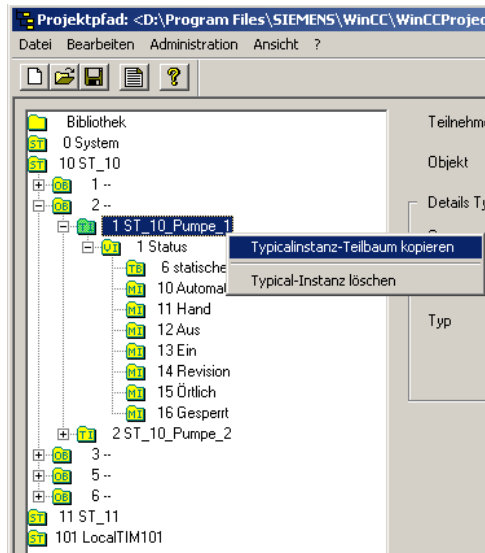

Bild 4-53 Kopieren einer Typicalinstanz
1. Selektieren Sie mit der rechten Maustaste die Typicalinstanz, die Sie kopieren möchten, und öffnen Sie das Auswahlmenü (siehe Bild 4-53).
2. Wählen Sie die Option *Typicalinstanz-Teilbaum kopieren* (siehe Bild 4-53).